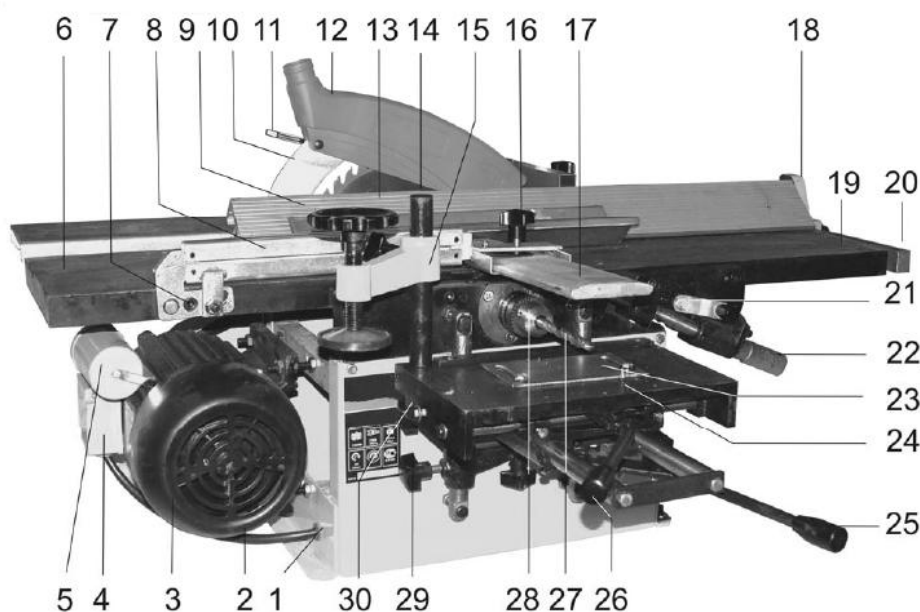
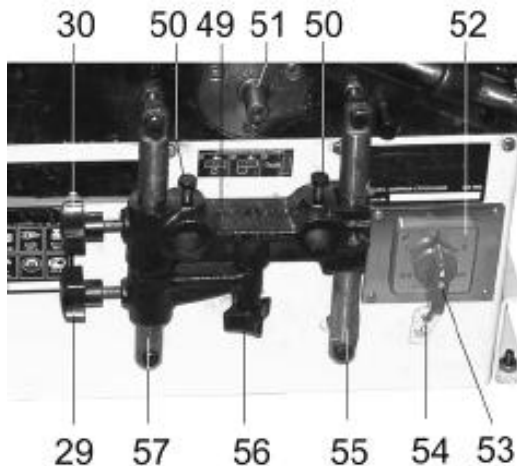
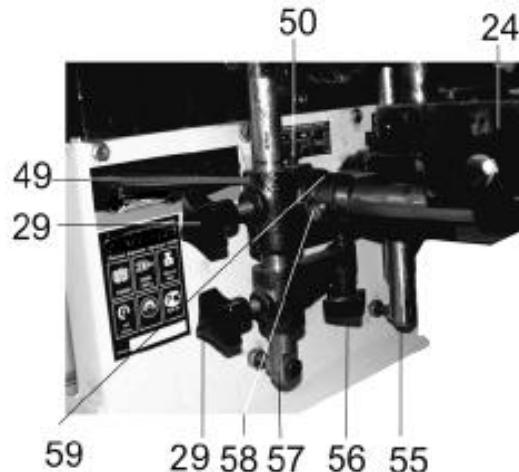

Рис. 2
Рис. 8
Рис. 9
Монтаж станка (Рис. 2)
- Установите пильный суппорт 33 (Рис. 2, 5);
- На рабочей поверхности суппорта 33 (Рис. 2, 5) установите и закрепите винтом фиксации 36 (Рис. 2, 5) направляющую скоса 34 (Рис. 2, 5).
Установка защитной планки (Рис.2)
- На торцевой поверхности приёмного стола 6 (Рис 2) установите и болтом 7 (Рис. 2) закрепите кронштейн 8 (Рис. 2);
- Ослабьте положение винта фиксации 16 (Рис. 2), установите защитную планку 17 (Рис. 2);
- Положение защитной планки 17 (Рис. 2) закрепите винтом фиксации 16 (Рис. 2).
Установка суппорта для выполнения сверильных/фрезерных работ (Рис.2,8,9)
- Выкрутите два установочных болта 50 (Рис. 8), установите направляющие суппорта 24 (Рис. 9) до упора в специальные посадочные места держателя 49 (Рис. 9). Зафиксируйте положение двумя болтами 50 (Рис. 8). Ослабьте фиксацию болта 58 (Рис. 9). Ограничительное кольцо 59 (Рис. 9) передвиньте в сторону держателя 49 (Рис. 9) и зафиксируйте положение болтом 58 (Рис. 9);
- В специальном отверстии на рабочей поверхности суппорта 24 (Рис. 2) установите и закрепите стойку 14 (Рис. 2). На стойке 14 (Рис. 2) установите и закрепите рычаг 15 (Рис. 2) прижимного устройства.
Установка сверильного патрона (Рис. 2,8)
- На шпиндель 51 (Рис. 8) установите сверильный патрон 28 (Рис. 2), прилагая определённое усилие, направленное в сторону станка.
- Включение и отключение рабочего режима станка осуществляется выключателем – 53 (Рис. 8).
- Для включения станка необходимо повернуть ручку переключателя 53 (Рис. 8) в положение «1» или «2» в зависимости от необходимого направления вращения ротора двигателя.
5.2. Регулировки и настройки перед началом пильных работ (Рис. 2, 3, 6)
- установить пильный рабочий стол 39 (Рис. 2) на высоту так, чтобы верхняя точка пильного диска 38 (Рис. 2) превышала толщину пиления заготовки на высоту зуба пильного диска 38 (Рис. 2);
- точную регулировку положения рабочей поверхности суппорта 24 (Рис. 1) произвести регулировочным винтом 56 (Рис. 9); положение закрепить винтом фиксации 30 (Рис. 1);
- для ограничения поперечного хода суппорта 24 (Рис. 1) ослабить положение болта 58 (Рис. 9), передвинуть ограничительное кольцо 59 (Рис. 9) в необходимое положение и зафиксировать болтом 58 (Рис. 9).